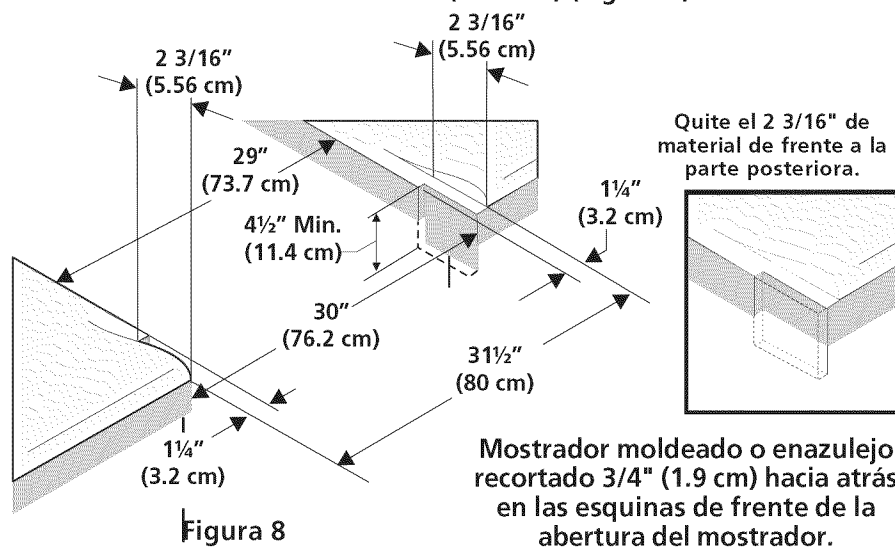

Figura 8
- Para la Anchura existente del Recorte de el 29" (73.7 cm) (Figura 8):